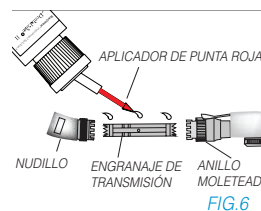

FIG.6
- Coloque una gota de DentaLube II en las dos juntas del engranaje de transmisión entre el engranaje y la carcasa del engranaje, y una gota de DentaLube II en el agujero en el centro de la carcasa del engranaje. Gire los engranajes para permitir que el DentaLube II penetre en los cojinetes. Aplique una capa delgada de DentaLube II sobre los dientes del engranaje. (Fig. 6)